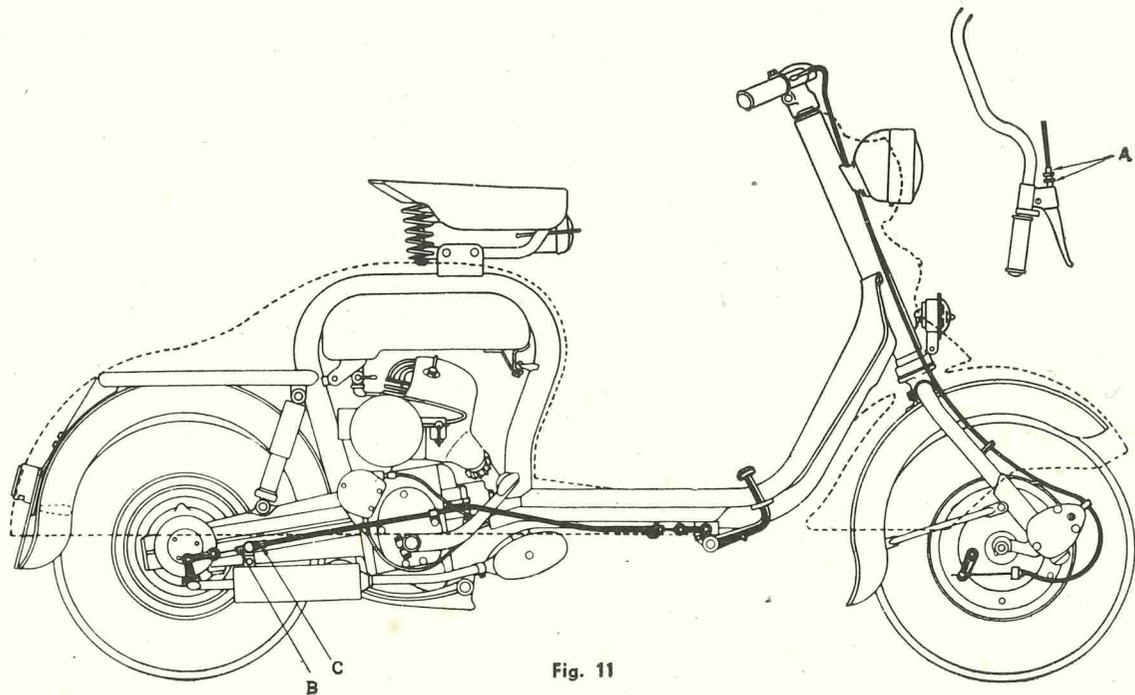

Fig. 11
Para su reglaje, con el fin de graduar el frenado, reglar debidamente los relativos registros (fig. 11). Para el freno anterior reglar los tornillos A sobre el manillar, para el posterior reglar el manguito (B) y la tuerca (C), en la extremidad del cable.